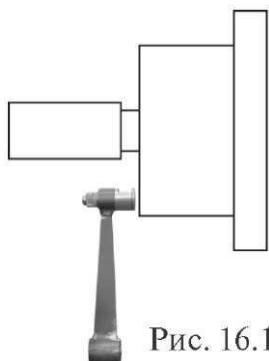

Рис. 16.1
21.1.1. Калибровка тракта измерения дистанции. Для оценки погрешности устройства ввода дистанции выдвиньте штангу ввода параметров и уприте рукоятку в задний торец фланца вала, как показано на рис. 16.1. При этом на экране ввода геометрических параметров (см. рис.10.2) появится величина дистанции. Если величина дистанции не равна
Нажмите кнопку «MENU», в открывшемся окне MENU выберите пункт 7 «Далее», нажав кнопку 7 в верхнем ряду клавиатуры. Откроется вторая страница окна MENU (см. рис.16.1). Выберите пункт 3 «Тест», нажав кнопку 3 в верхнем ряду клавиатуры. Откроется окно ТЕСТ рис.21.1.